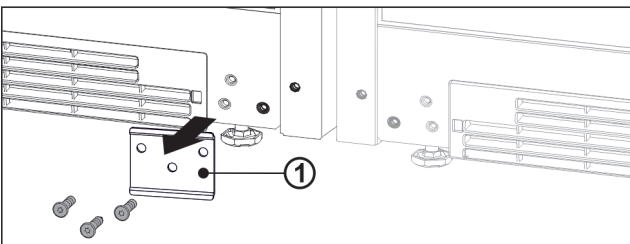

Fig. 13
- ▶ Якщо встановлено металеву накладку Fig. 13 (1), відкрутіть її.